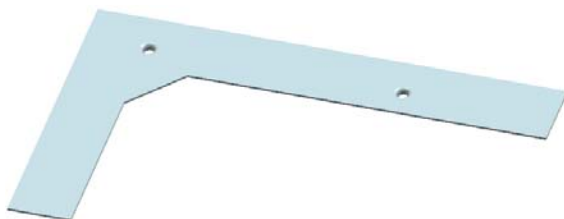

图 11-150 创建冲压除料特征 2
(6) 在“冲压除料”对话框中，单击 **确定** 按钮，创建冲压除料特征 2，如图 11-150 所示。